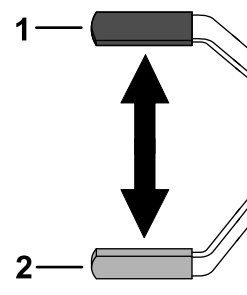

Bild 14
- Ziehen Sie zum Aktivieren der Feststellbremse den Bremshebel nach hinten und oben (**Bild 14**).
- Ziehen Sie zum Lösen der Feststellbremse den Hebel nach hinten und dann nach unten (**Bild 14**).